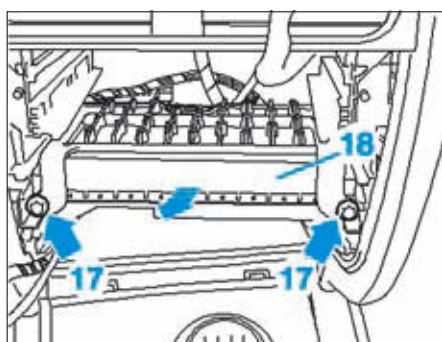

FIG. 24
- les vis (17) du calculateur de commande du système multimédia (18) (Fig.24),
- le calculateur (18) de son logement et le débrancher.